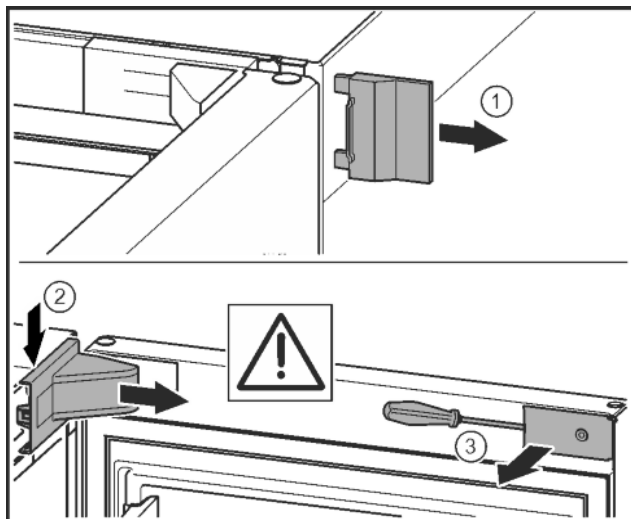

Fig. 10
- ▶ Detașați capacul exterior. Fig. 10 (1)
- ▶ Deblocați și desprindeți capacul suportului de lagăr. Scoateți capacul suportului de lagăr. Fig. 10 (2)
- ▶ Deblocați masca cu șurubelniță plată și pivotați-o în lateral. Fig. 10 (3)